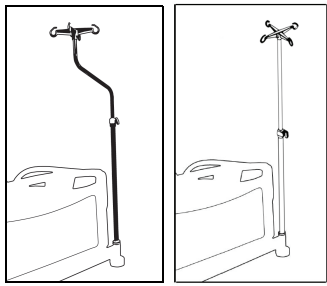

図 22 – 点滴ポールを取り付ける
1. 点滴ポールを4つの付属スリーブのいずれかに挿し込みます (図 22)。